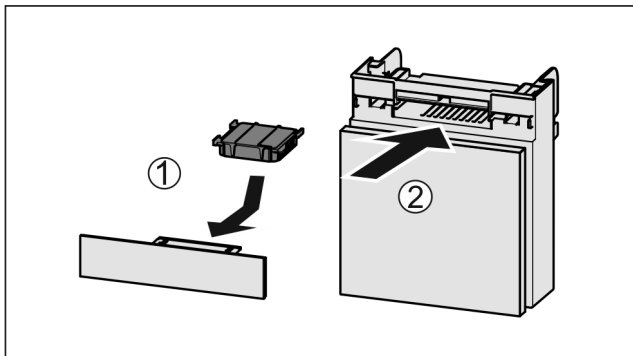

Fig. 188
- Vendosni filtrin me karbon aktiv siç tregohet në figurë Fig. 188 (1).
- Futni kutinë në vend Fig. 188 (2).